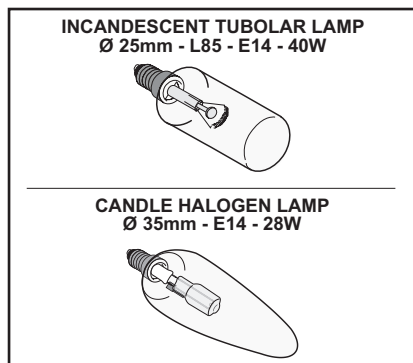

Fig.3
• Remplacement des ampoules à incandescence/halogènes (Fig.3):